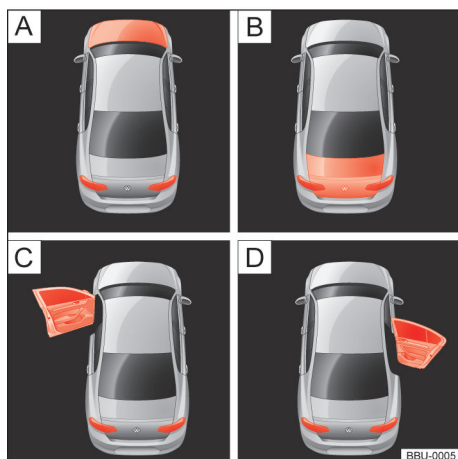

Fig. 13 No display do instrumento combinado: indicações sobre o estado da tampa do compartimento do motor, da tampa do compartimento de bagagens e das portas.
Legenda para → Fig. 13:
- Portas, tampa do compartimento do motor e tampa do compartimento de bagagens abertas → Fig. 13
Após destravar o veículo e durante o percurso, a ocorrência de alguma das portas, a tampa do compartimento do motor ou a tampa do compartimento de bagagem estarem abertas é exibida no display do instrumento combinado → Fig. 13 e, conforme o caso, também indicado com alerta sonoro. Conforme a versão do instrumento combinado, a representação pode variar.